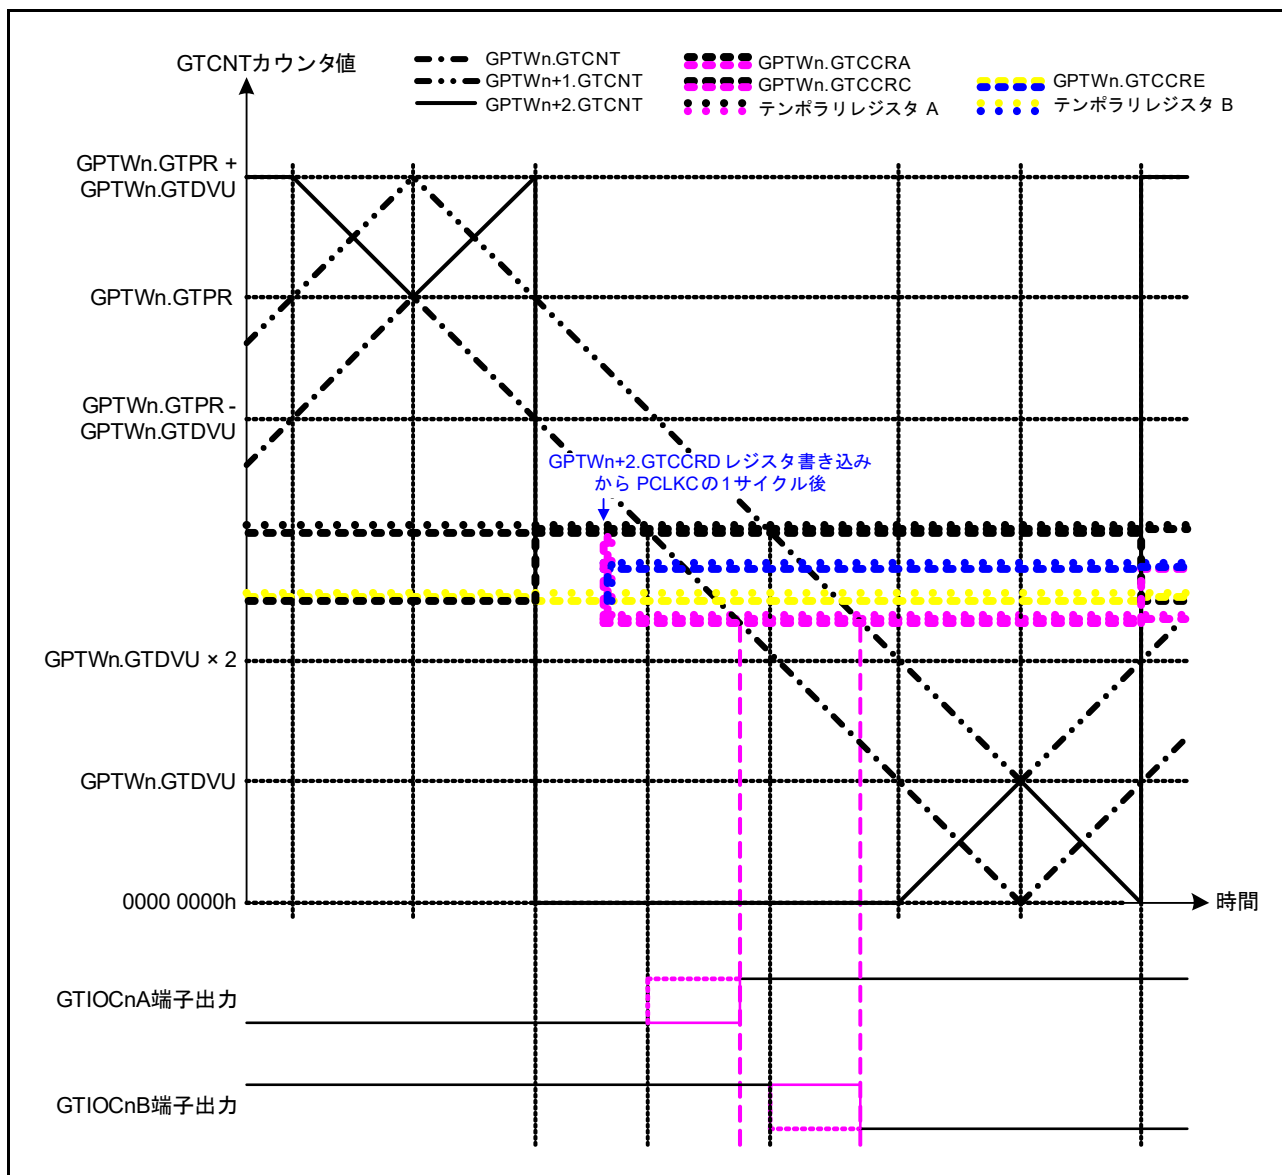
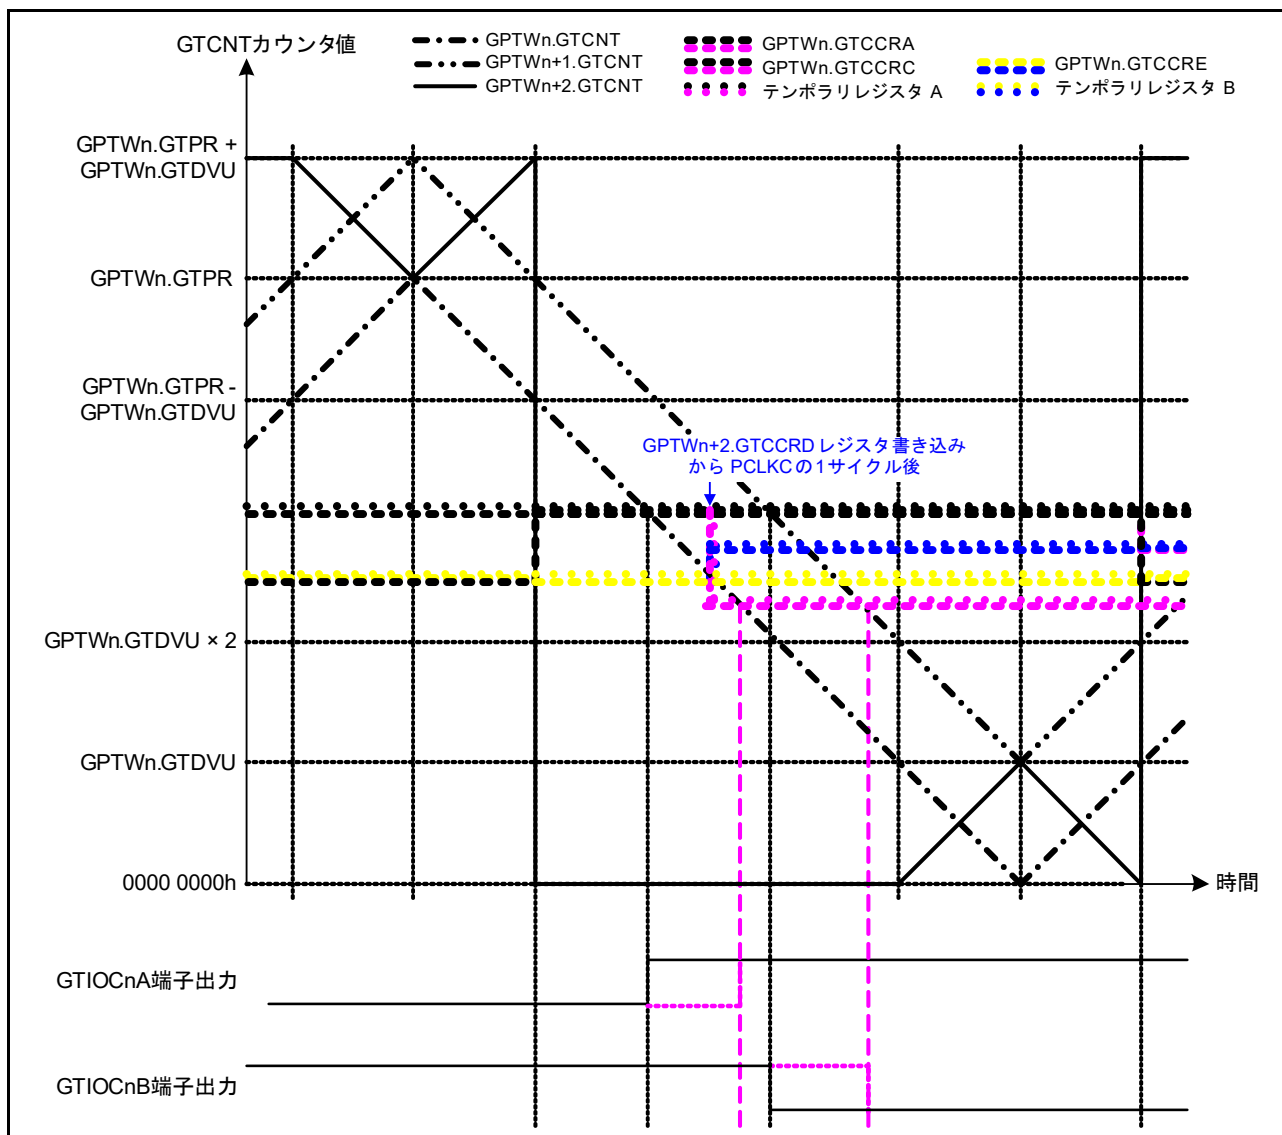

図 24.96 相補 PWM モード 4 ダブルバッファの動作例 (ダウンカウント中間区間)
図 24.97 相補 PWM モード 4 ダブルバッファの動作例 (ダウンカウント中間区間)
- ダウンカウント中間区間：図 24.96 ～ 図 24.97